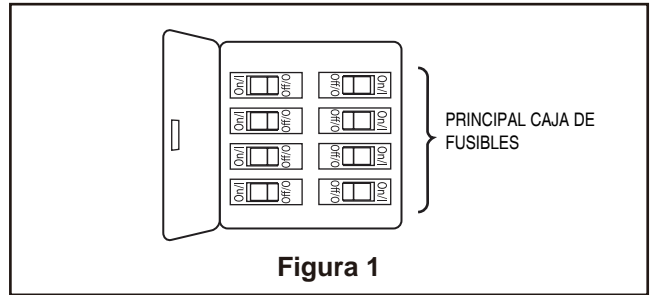

Figura 1
1. Extraiga la pieza de la bola colgante de la unidad de la bola colgante / varilla aflojando el tornillo de presión de la bola colgante hasta que la bola se libere de la varilla. Retire el pasador del barral y luego extraiga la semiesfera. Conserve el pasador y la semiesfera para su reinstalación en el Paso 4 (Figura 1).
Debe colgar el ventilador a una distancia mínima de 2,13 m desde las aspas hasta el piso. (Figura. 1)
Para evitar posibles descargas eléctricas, asegúrese de que la electricidad esté desconectada en la caja de fusibles principal antes de realizar la instalación eléctrica. (Figura 1)
1. Retire uno de los dos tornillos de reborde de la abrazadera para colgar. Afloje el segundo tornillo de reborde sin retirarlo del todo. Ensamble la base girando el chavetero de la base sobre el tornillo de reborde de la abrazadera para colgar. Ajuste el tornillo de reborde. Ensamble por completo el segundo tornillo de reborde que antes había retirado y ajústelo. (Figura. 1)
1. Coloque el aspa sobre el soporte de aspas con los pilotes roscados a la vista. Asegúrese de que la parte inferior del aspa se encuentre bien apoyada sobre el soporte. Con un destornillador Phillips, fije los tornillos con cabeza de arandela de 3/16-24 x 7.5 mm para asegurar la placa en el brazo de sujeción de las palas. (Figura 1).
- 1. Restaure la fuente de alimentación de la toma de corriente enciendiendo la electricidad del fusible principal. (Figura 1)